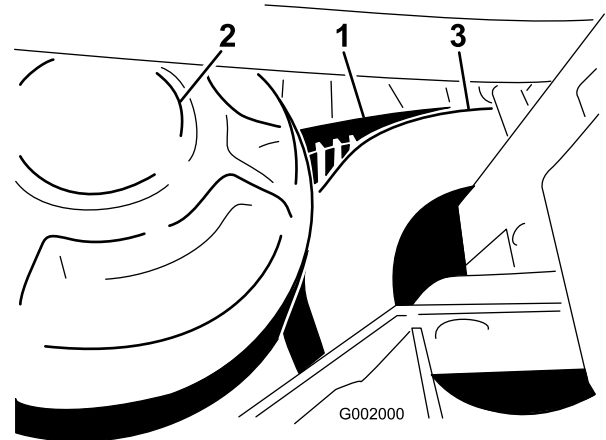

Bild 63
1. Drehen Sie den Riemen und verlegen ihn über die sekundäre Kupplung (Bild 63).